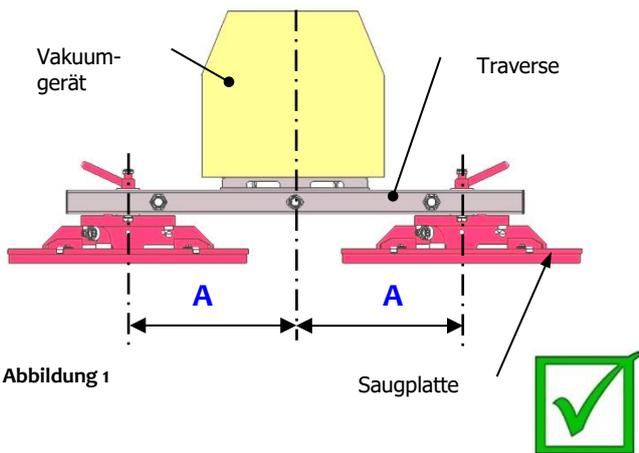

Abbildung 1
Die Saugplatten müssen immer den *gleichen* Abstand (A) zur senkrechten Mittelachse der Traverse haben (siehe Abbildung 1 bzw. Abb. 2A).